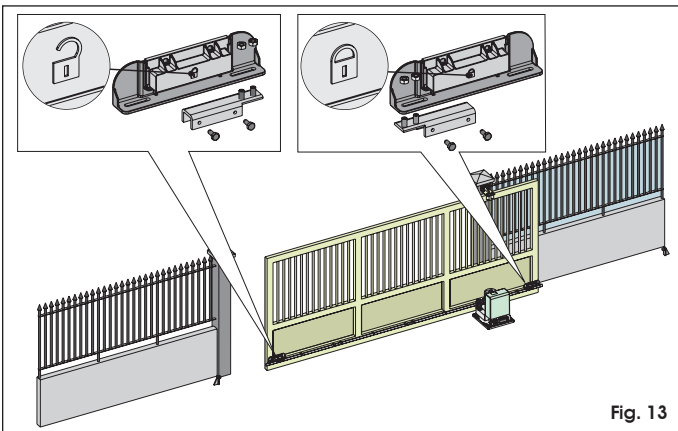

Fig. 13
L'opérateur est muni d'un fin de course magnétique qui commande l'arrêt du mouvement du portail au moment où l'aimant, fixé dans la partie supérieure de la crémaillère, active le capteur. Les aimants fournis avec l'opérateur sont spécialement polarisés et actionnent uniquement un contact du capteur, le contact de fermeture ou le contact d'ouverture. Sur l'aimant qui actionne le contact de portail ouvert est reproduit un cadenas ouvert, vice versa sur l'aimant qui active le contact de portail fermé est reproduit le symbole d'un cadenas fermé (voir Fig. 13). Pour positionner correctement les deux aimants de fin de course, agir comme suit:
1. Assembler les deux aimants d'après la figure 13.